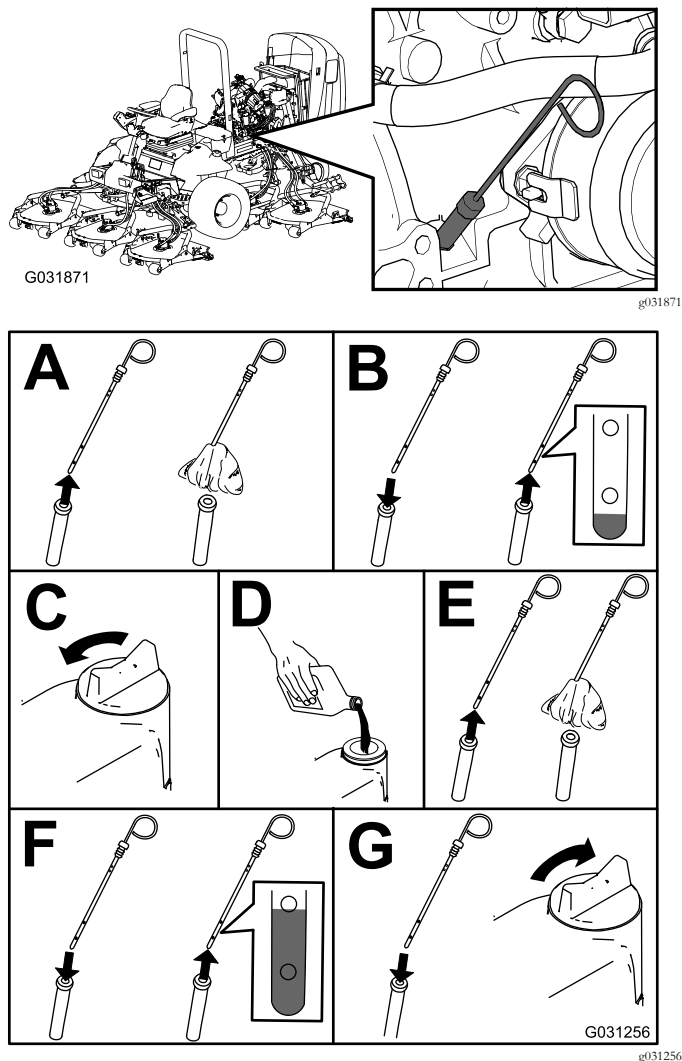

Figura 41
2. Controllate il livello dell'olio motore (Figura 41).